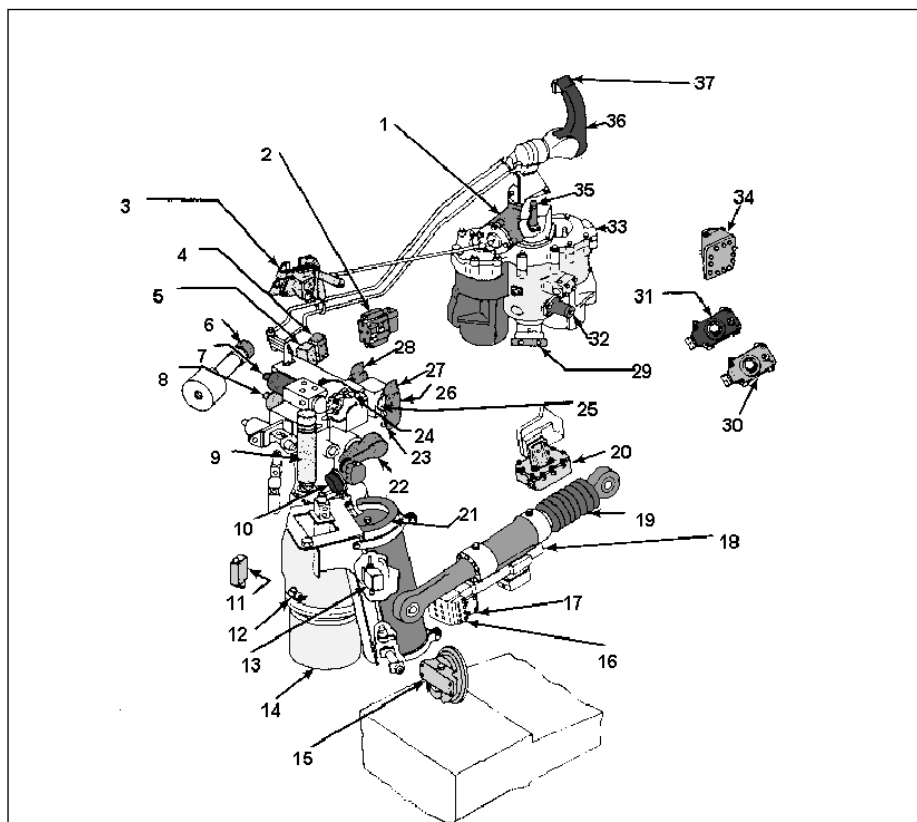

Fig 4-129. Esquema geral do sistema de estabilização
c. Síntese do funcionamento (Fig 4-129)
(1) Os sensores de giro detectam os movimentos de mudança de direção e elevação oriundos do deslocamento do CC e enviam um sinal elétrico à unidade controladora que resume a direção do movimento, a amplitude do mesmo e sua duração.
(2) A unidade controladora recebe o sinal dos sensores de giro, o amplifica e transmite às servo-válvulas referentes ao movimento desejado. As servo-válvulas deixam passar óleo hidráulico para o motor de arrasto e ou mecanismo de elevação, de forma que a torre e o Can se movam com a mesma intensidade e duração em sentido oposto do movimento detectado pelos sensores.
(3) Se o At ou Cmt CC modifica a pontaria do tubo em elevação ou direção, o sensor do punho do At envia um sinal elétrico à unidade controladora, a qual anula parte ou todo o sinal recebido dos sensores, de forma a atender o comando do At ou Cmt CC.